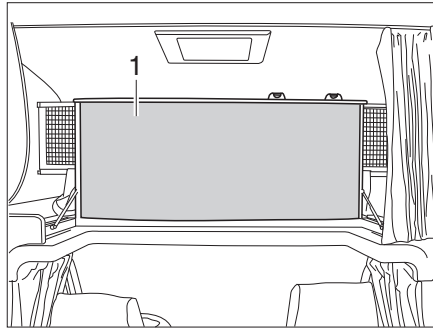

Fig. 149 Letto mansarda, ribaltato verso l'alto
- Ribaltare il letto mansarda (Fig. 149,1) verso l'alto, in avanti. Il letto mansarda viene mantenuto nella posizione superiore dalle molle a gas.